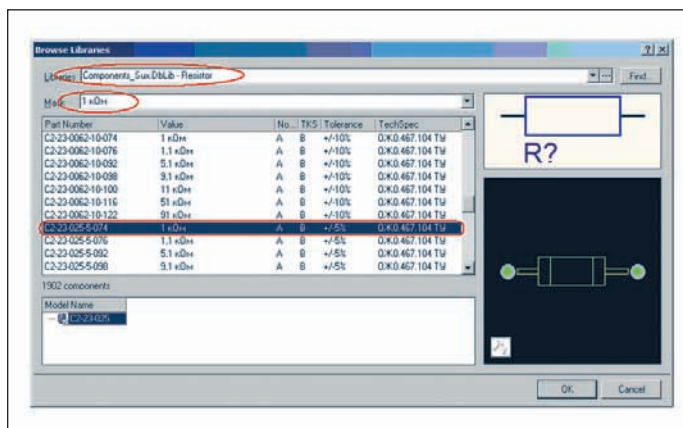

Рис. 8. Выбор компонента в библиотеке
3. Открывается окно поиска компонентов в библиотеках (рис. 8). В нашем примере компоненты проекта извлекаются из библиотечной структуры *.DbLib, связанной с